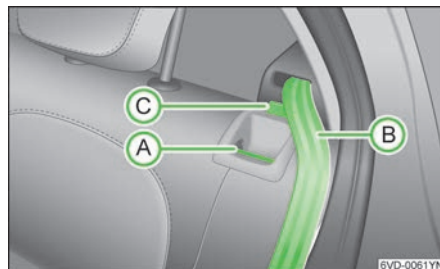

图 65
- ▶ 确保按钮 **C** ▶ 图 65，见第 39 页的上端与饰框边缘齐平。